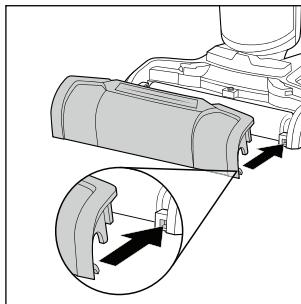

Afb. 39
- ◆ Monteer de borstelrol **6** en de sproeikap **7** weer op het apparaat; steek eerst de borstelrol **6** in de houder aan de rechterzijde van het voetgedeelte **3** (zie afb. 39).